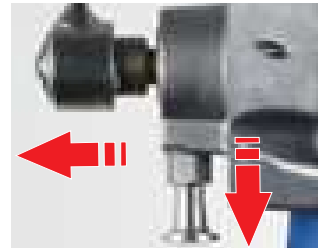

Fig. 16/19 viser IKAR-faldsikring HRA med håndspillet i funktionsstillingen "faldsikring"!
1. Åbn forseglingen se fig. 16.
2. Klap håndspillet ud, se fig. 16.